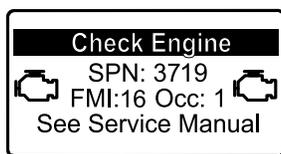

Рисунок 47
- Если требуется регенерация с парковкой, инфо-центр отображает предупреждение по двигателю SPN 3719, FMI 16 (Рисунок 47) и компьютер двигателя снижает его мощность до 85%.